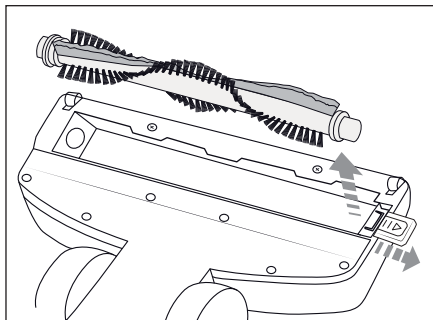

Fig. 7
- 2) Desloque o dispositivo de bloqueio para fora e retire o rolo de escovas 15 do bocal para chão (fig. 7).